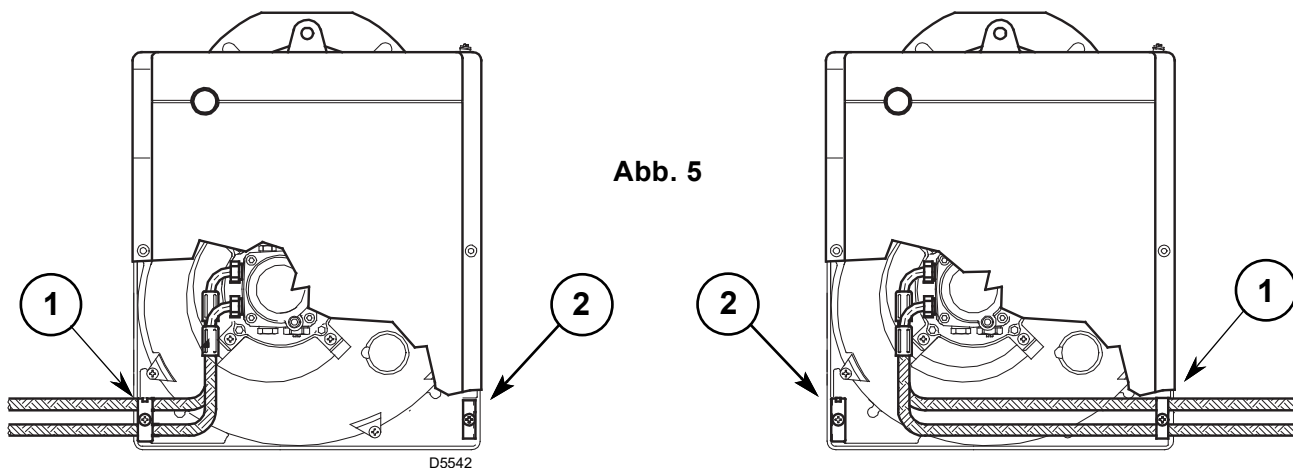

Abb. 5
Die Ölschläuche werden mit den Winkelanschlüssen an der Ölpumpe montiert, wobei die Ölschläuche nach links oder nach rechts aus dem Brenner herausgeführt werden können. Es muß jeweils die Halteschelle (1) bzw. der Verschlusswinkel (2) gewechselt werden. (Siehe Abb. 5).